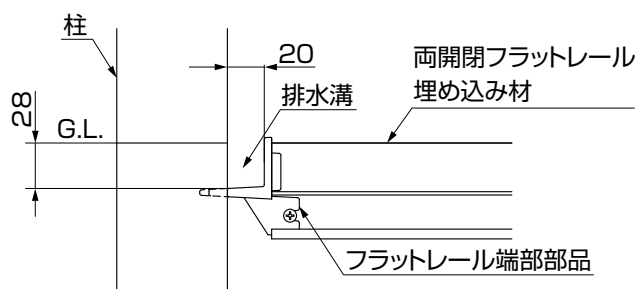
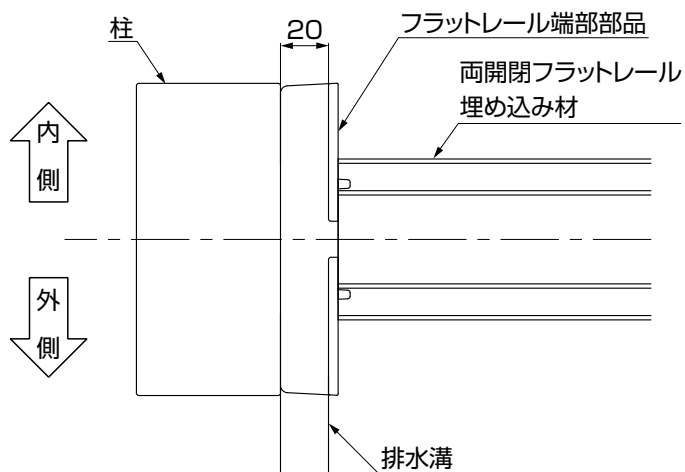

図4-5
図4-6
- 柱とフラットレール端部部品の間に排水用の溝を設けてください。(図4-5および図4-6参照)